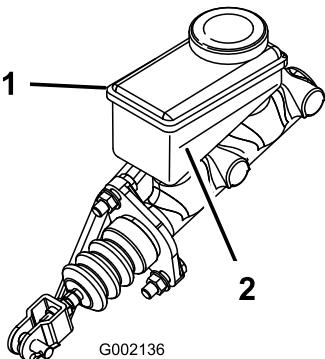

Figure 46
2. Observez le côté du réservoir. Le niveau doit se trouver au-dessus du repère du minimum (Figure 46). Si le niveau de liquide est bas, nettoyez la surface autour du bouchon, retirez le bouchon et remplissez le réservoir jusqu'au-dessus du repère du minimum. Ne remplissez pas excessivement.